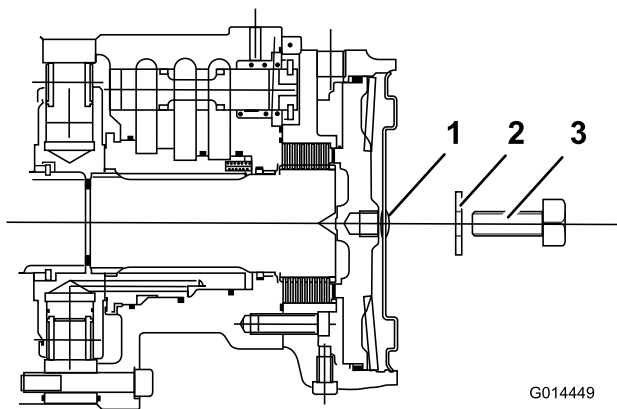

Bild 63
4. Setzen Sie eine lange Stellschraube (M12 x 40 mm) mit Scheibe durch das Loch in der Mitte der Motorendplatte ein (Bild 63).
5. Ziehen Sie die Stellschraube im Gewindeloch des Bremskolbens an, bis sich die Bremse löst (Bild 63).
6. Machen Sie die linke Vorderradmotorscheibenbremse ausfindig und wiederholen Sie den obigen Vorgang (Bild 63).